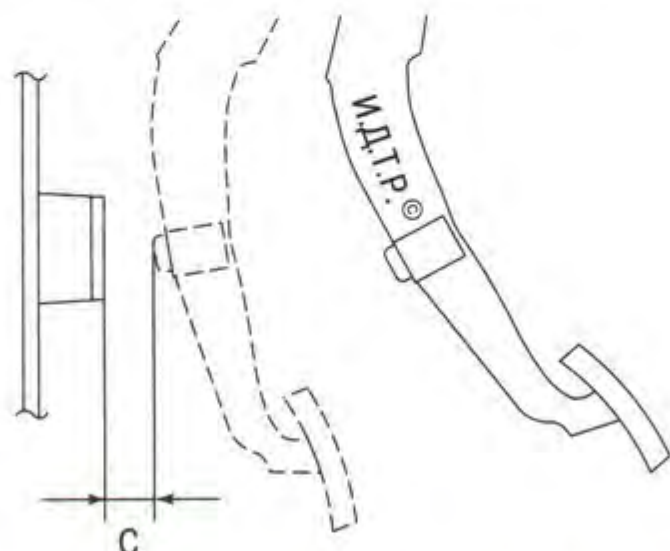

Рис. 6.10. Проверка положения педали сцепления, при котором сцепление полностью выключается
2. Проверьте положение педали сцепления, при котором сцепление полностью выключается. Определите расстояние **С** (рис. 6.10) от упора педали до ограничителя хода педали сцепления в момент выключения сцепления, оно должно быть не менее 15 мм.